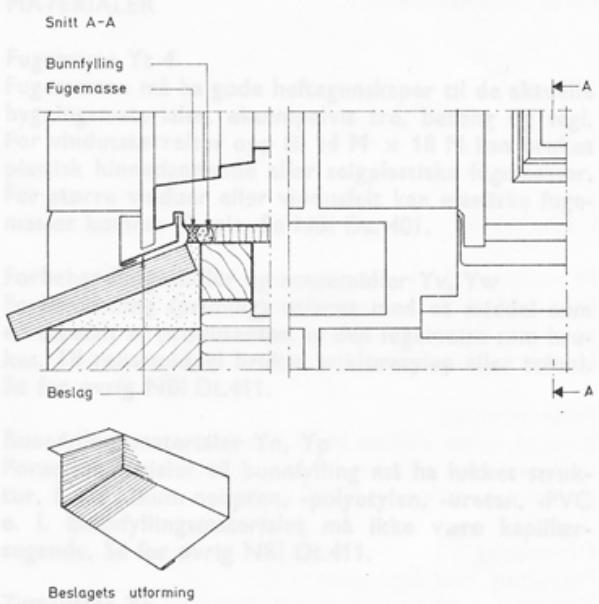

Fig. 33
- 33 Fig. 33 viser detaljer i forbindelse med sålbens av stein.